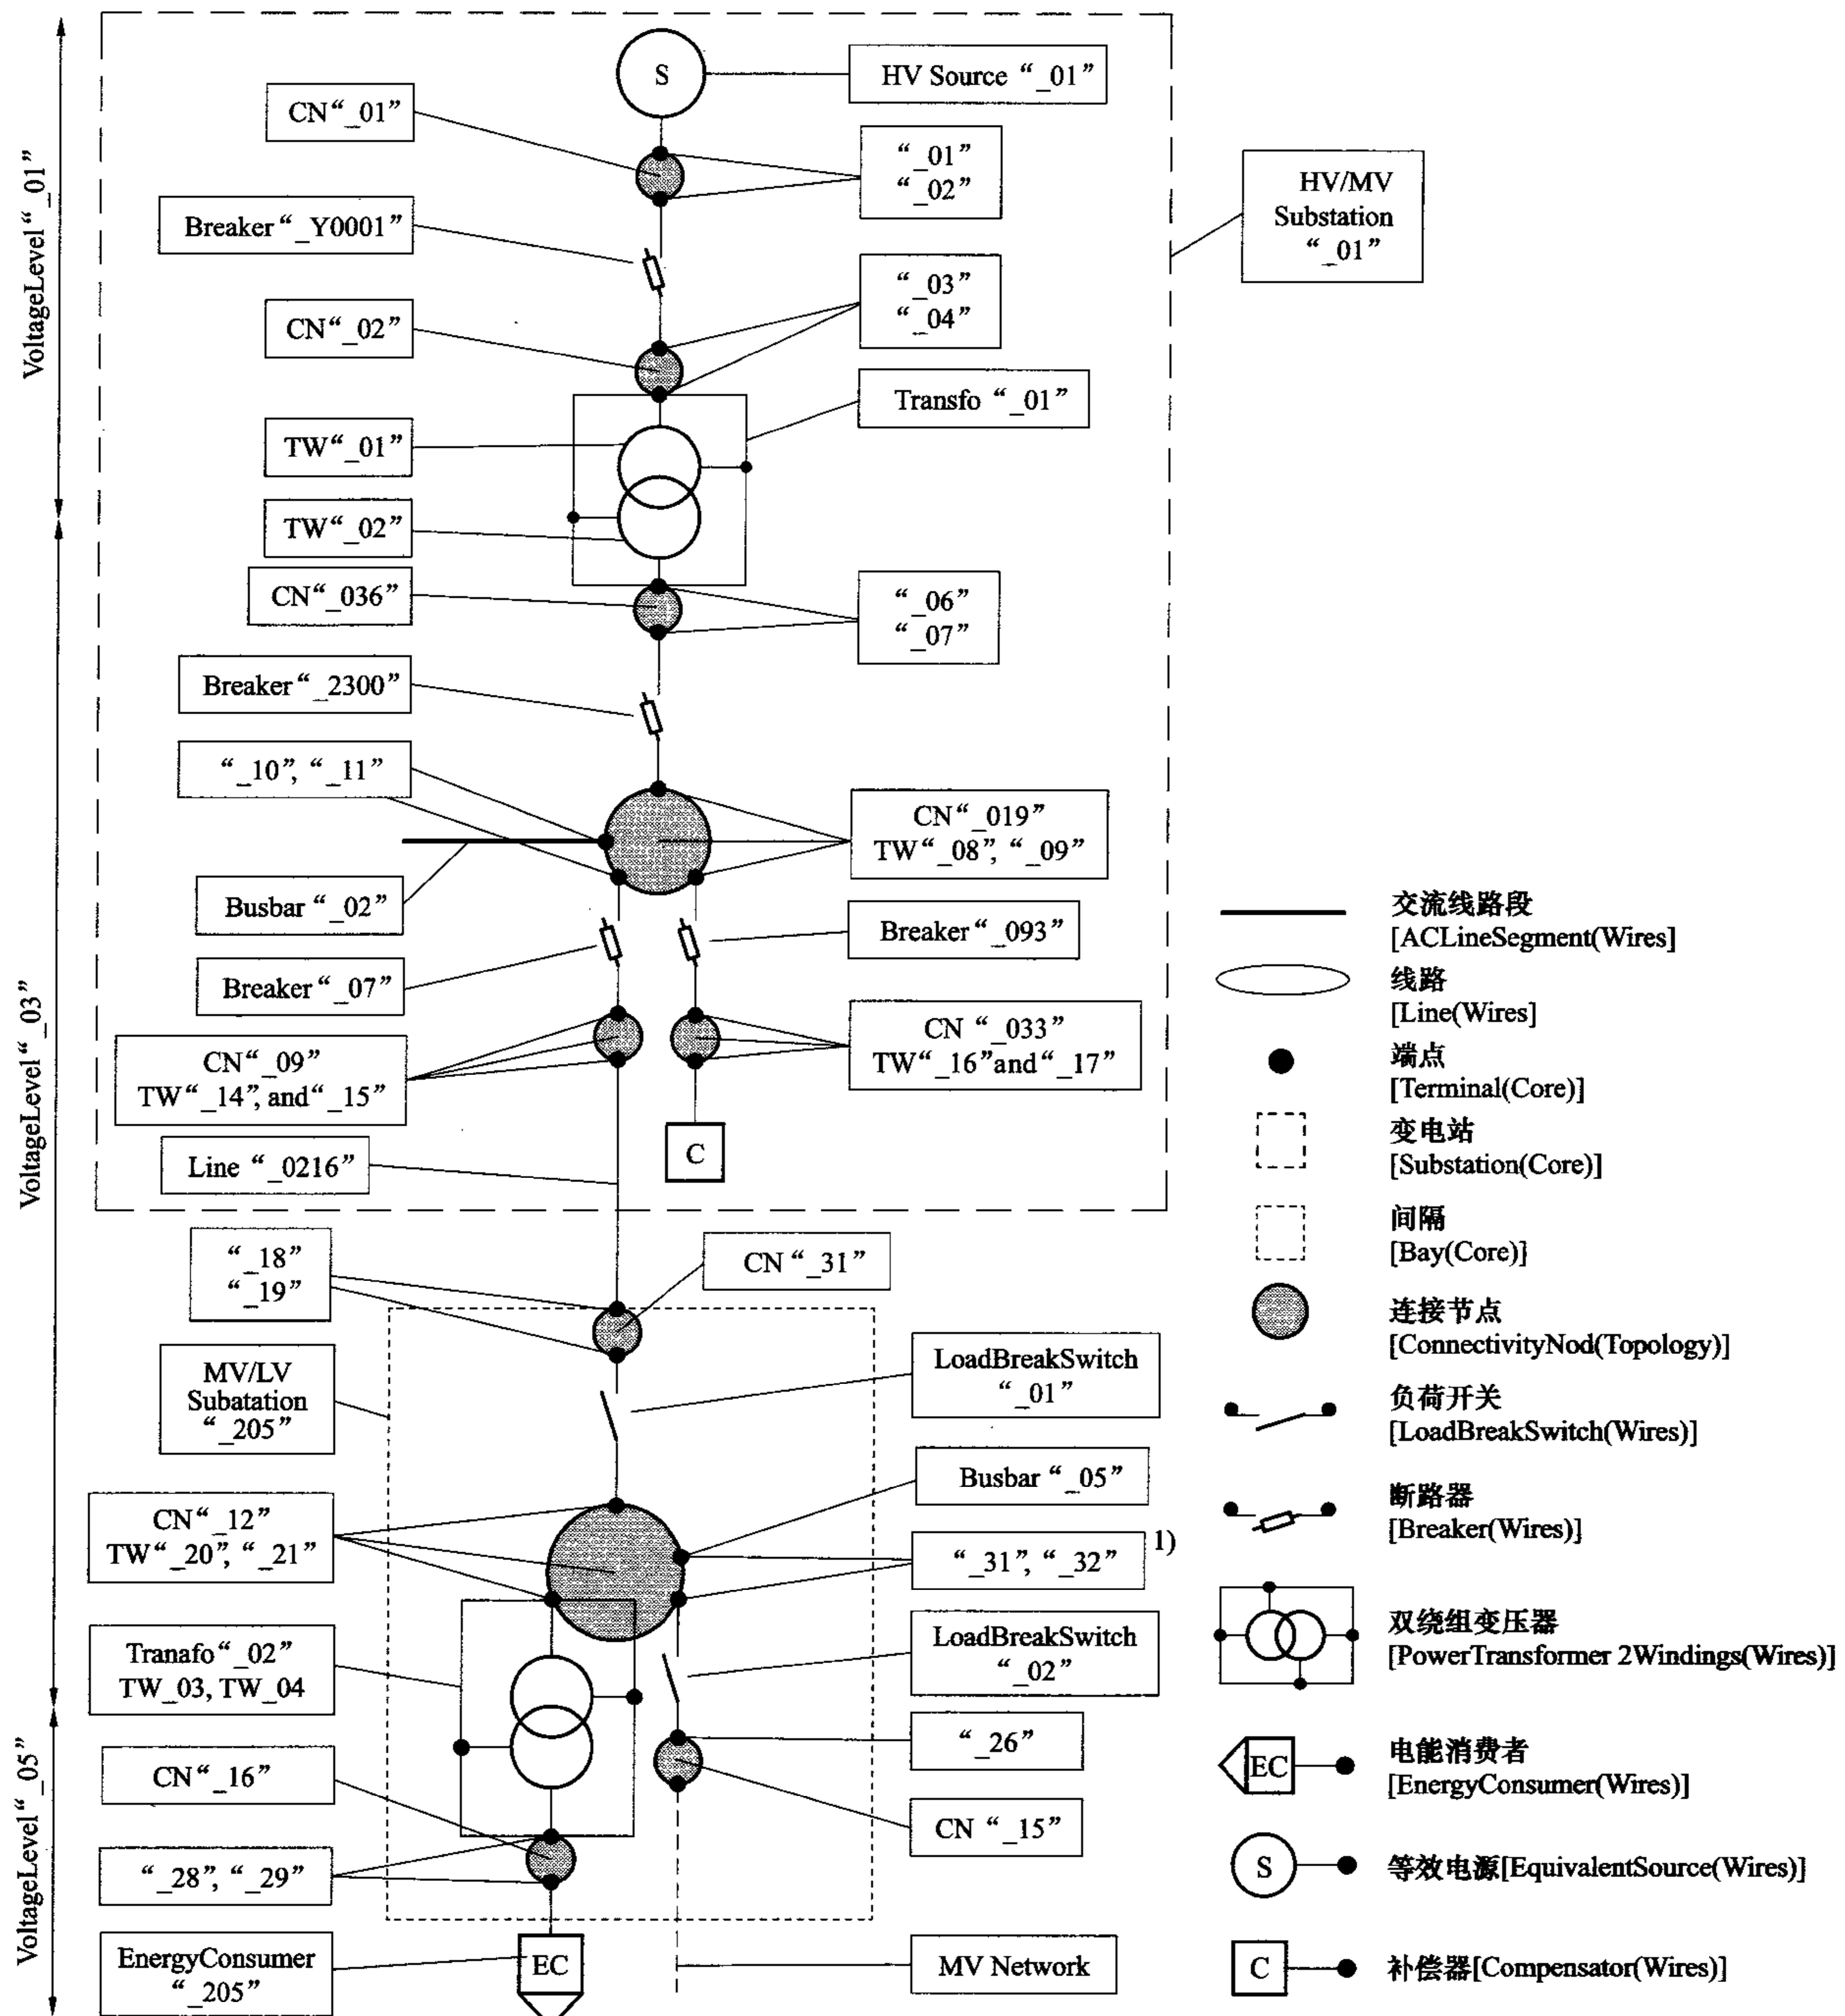

图 E.1 某个欧洲配电网示例
某个欧洲中压配电网示例如图 E.1 所示。
1) 图 E.1 中“\_08、\_09”编号有误，改为“\_31、\_32”——译者。